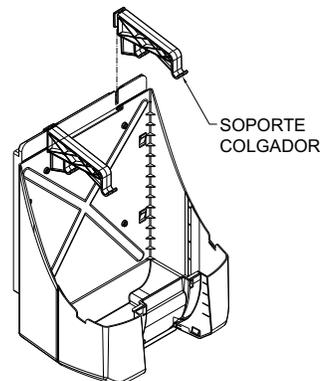

Figura 4
Paso 3. Soportes colgadores (figura 4)